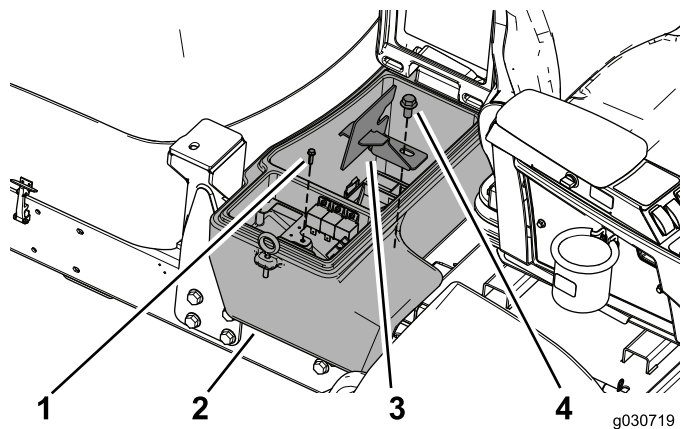

Рисунок 22
5. Закрепите пластину жгута проводки с помощью винта на машине и используйте болт (1/2 x 1 дюйм) для крепления зажима отделения аккумулятора и отделения аккумуляторной батареи к машине (Рисунок 22).